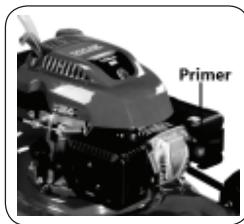

Рис. 13
ДЛЯ ЗАПУСКА ДВИГАТЕЛЯ (Рис. 13, 14 и 15).
1. При запуске холодного двигателя 3-5 раз нажмите кнопку прокачного насоса (primer, рис.13).